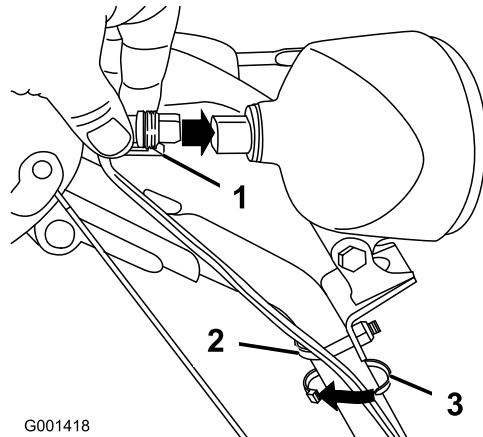

Figure 17
- Branchez directement le connecteur qui est au bout du fil à l'arrière du phare et enfoncez-le bien en place (Figure 17).
- Remarque:** Assurez-vous que l'attache en plastique du connecteur se trouve en bas (Figure 17).
- Attachez un serre-câble (pris dans le sachet de pièces détachées) autour du câble et du guidon à environ 2,5 cm au-dessous de l'étrier fileté (Figure 17).